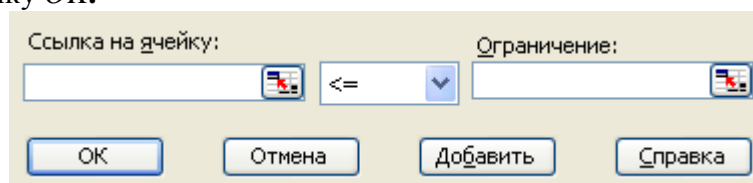

Рисунок 6.6 - Диалоговое окно добавление ограничения
- Задать ограничения. Нажать клавишу **Добавить** и в диалоговом окне **Добавление ограничения** (Рисунок 6.6) поле *Ссылка на ячейку* введите адрес или имя ячейки, на значение которой накладываются ограничения, из раскрывающегося списка выберите условный оператор (<=, =, >=), в последнем поле *Ограничение* введите ссылку на ячейку где указано значение ограничения. Чтобы принять ограничение и приступить к вводу нового, нажмите кнопку *Добавить*. После того как все